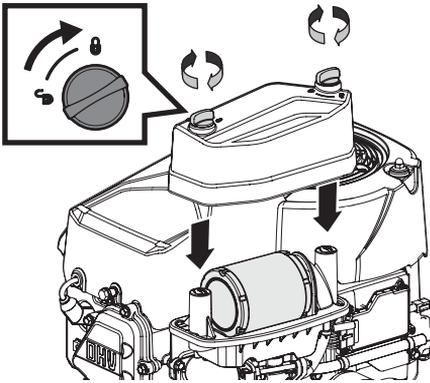

Figura 12
- Coloque la tapa del filtro de aire (Figura 12). Gire tornillos en sentido horario hasta que quede ajustado. Revise si hay desalineación.